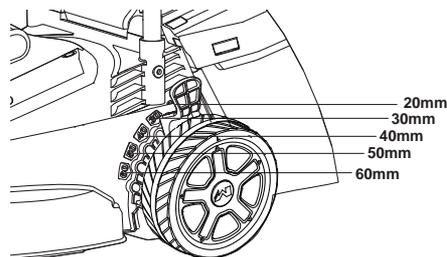

Fig.10
- > Mettez la manette de réglage de hauteur [15] sur le cran correspondant à la hauteur souhaitée. (Fig.10)